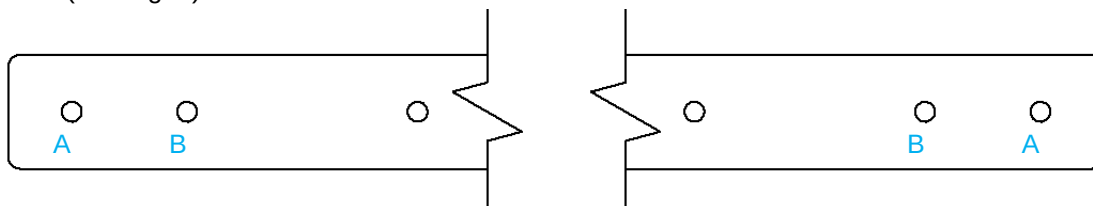

Figure 2 - (Réglage de la tension de la courroie - trous 'A' et 'B')
- Fixez la courroie en caoutchouc à el support de récipient par l'un des deux premiers trous de la courroie ('A' ou 'B' - Fig. 2). Les deux trous permettent d'obtenir différents niveaux de tension de la bande lors de la fixation du contenant.
- Lors de la fixation du récipient, si la bande est trop lâche ou trop serrée, changer le premier trou de fixation entre 'A' et 'B' (voir Fig. 2).